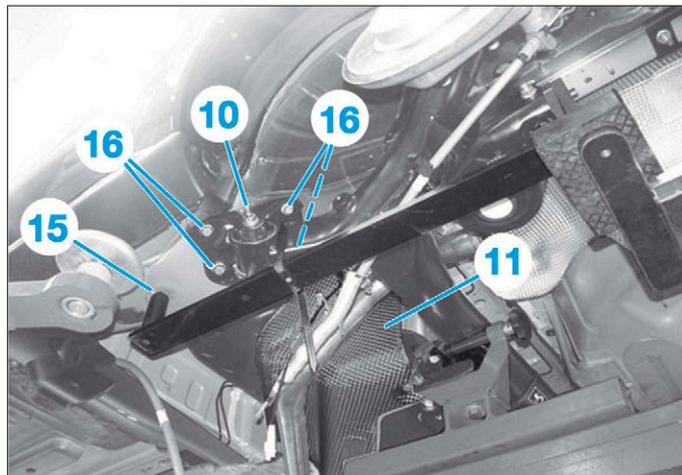

FIG. 81
- Ajuster le positionnement du train arrière par rapport aux trous de positionnement (15) (Fig.81).
- Reposer les vis de fixation du train arrière (16).
- Serrer les vis centrales des cales élastiques (10).